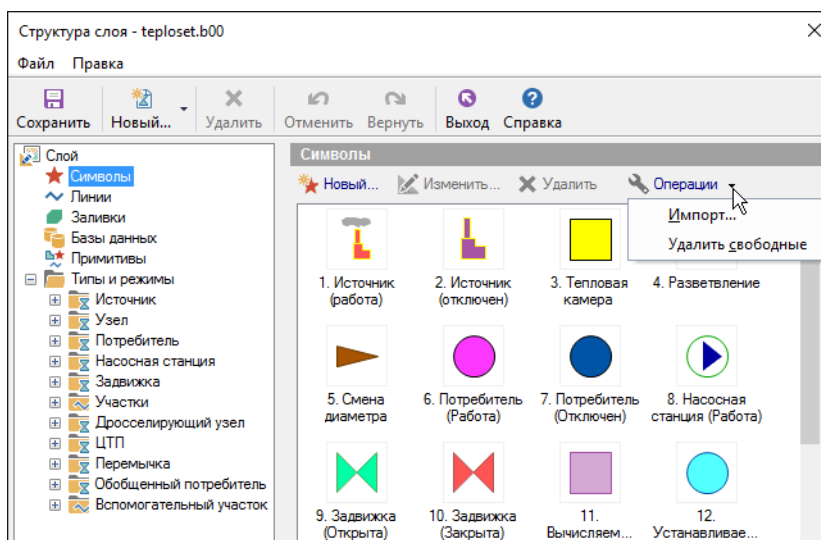

Рисунок 4.5. Импорт символов
2. Нажать кнопку  и в открывшемся списке выбрать Импорт.... (Рисунок 4.5, «Импорт символов»).